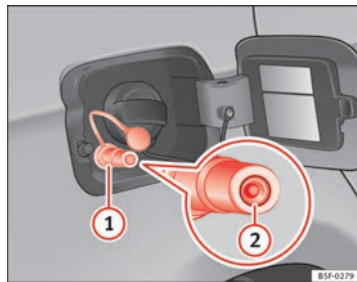

Fig. 152 Tampa do depósito aberta: bocal de enchimento de gás ①, retentor do bocal de enchimento ②.
- Destape o bocal de enchimento de gás ⇒ Fig. 152 .